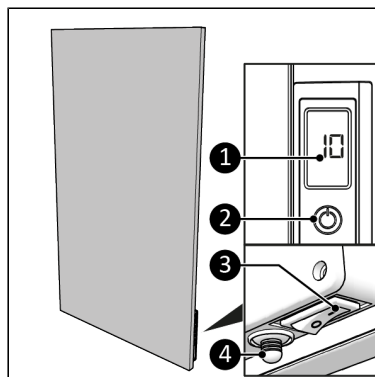

Figure 14.
1. Zet de AAN/UIT-schakelaar in de AAN-stand (Figure 14, pos. 3).
2. Druk op de AAN/UIT-knop op het bedieningspaneel (Figure 14, pos. 2) of op de afstandsbediening.
3. Het display (Figure 14, pos. 1) geeft eerst de ingestelde temperatuur gedurende 3 seconden weer, gevolgd door de omgevingstemperatuur.